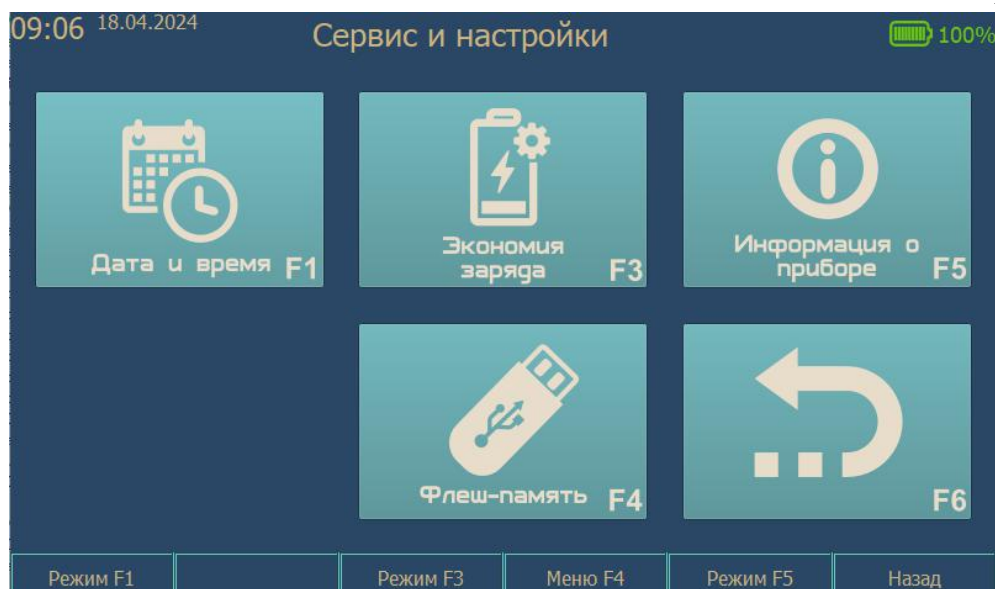

Рис. 19. Меню «Сервис и настройки»
3.1.1. Доступ к меню осуществляется через пункт «Настройки» основного меню. Внешний вид содержимого меню «Сервис и настройки» представлен на рис. 19.